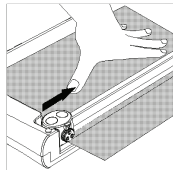

Bild 2
5. Zum Schneiden drücken Sie den Schneidekopf nach unten und ziehen diesen entlang der Führungsschiene bis zur anderen Seite, siehe Bild 2.